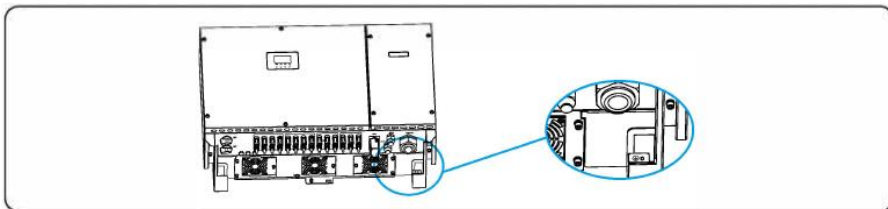

Figura 5.3 Fijación del cable PGND
**Paso 3** Retire los tornillos de tierra de los puntos de puesta a tierra, asegure el cable PGND (hecho por el paso 1 y 2) usando los pernos de tierra y apriete los pernos a un par de 1,2 Nm usando una llave de tubo, como se muestra en la figura 5.3. El cable de PE debe estar bien conectado a tierra para garantizar que la impedancia entre el cable neutro y el de tierra sea inferior a 100.